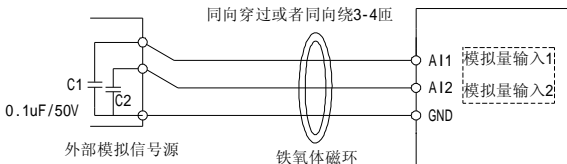

图 3-15 模拟量输入端子处理接线示意图
- 如果某些场合，模拟信号受到严重的干扰，无法正常使用时，可以在模拟信号源侧加装滤波电容器或者铁氧体磁环，如图 3-15 所示。